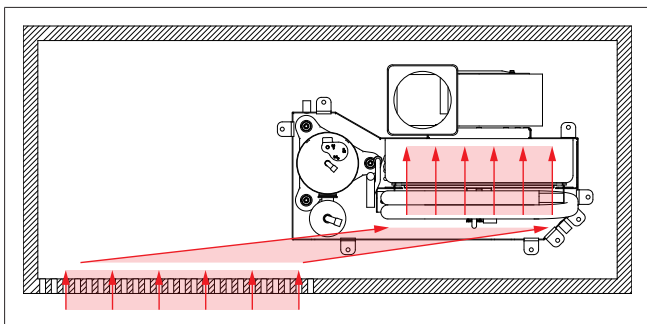

Fig. 9 Montaggio della griglia di ingresso dell'aria in posizione sfalsata
- ▶ La griglia di ingresso aria dovrebbe essere collocata in posizione sfalsata per evitare che l'aria in ingresso confluisca direttamente nell'ingresso dell'evaporatore. In questo modo è possibile ridurre sensibilmente i rumori di aspirazione del ventilatore (v. Fig. 9).